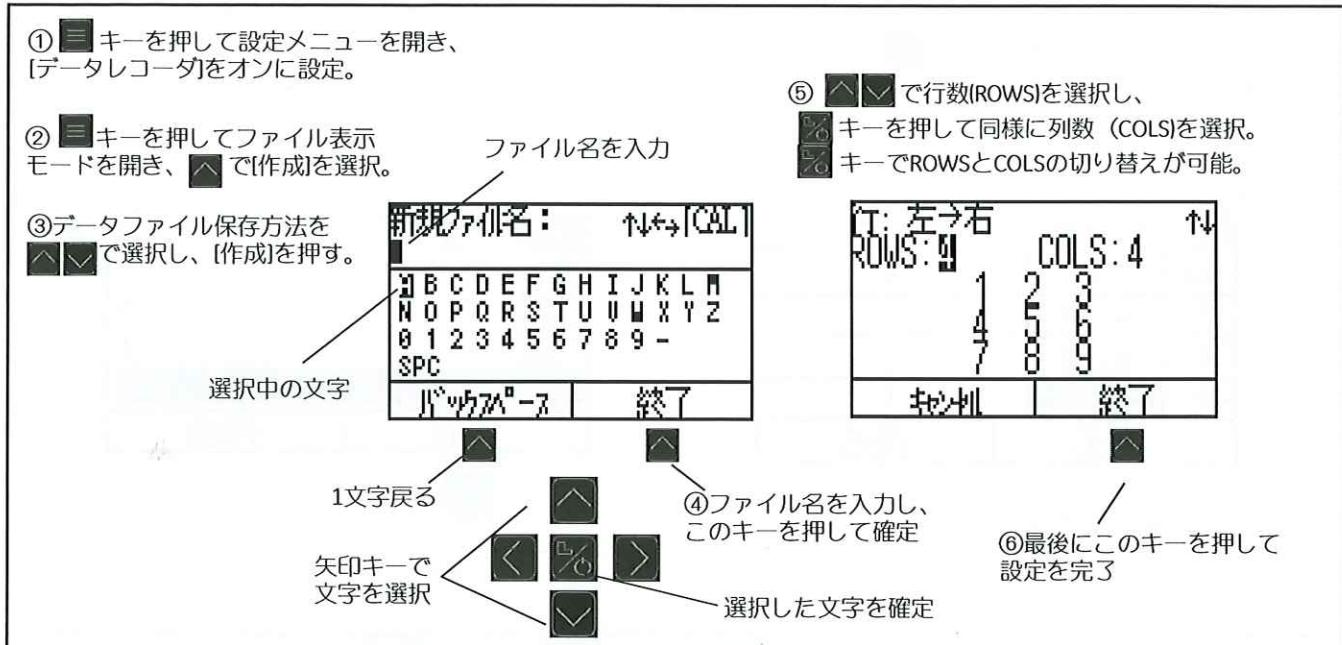

図 21: 新規ファイル作成手順
- 行数と列数の設定 (図 21 参照)
- 保存方向の設定 (図 21 参照)
データファイル作成の手順は図 21 を参照してください。